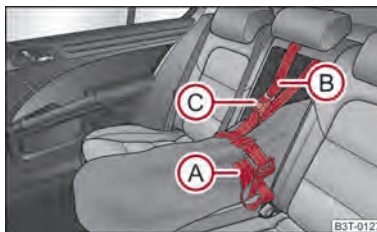

Abb. 104 Sicherung des Durchladesacks
- Ziehen Sie das Zugband (A) am freien Ende um die Skier vor den Bindungen fest ⇒ Abb. 104.
- Führen Sie das Sicherungsband (B) durch die Öffnung in der Sitzlehne um den oberen Teil der Sitzlehne.
- Stecken Sie das Sicherungsband (B) in das Schloss (C) bis es hörbar einrastet.